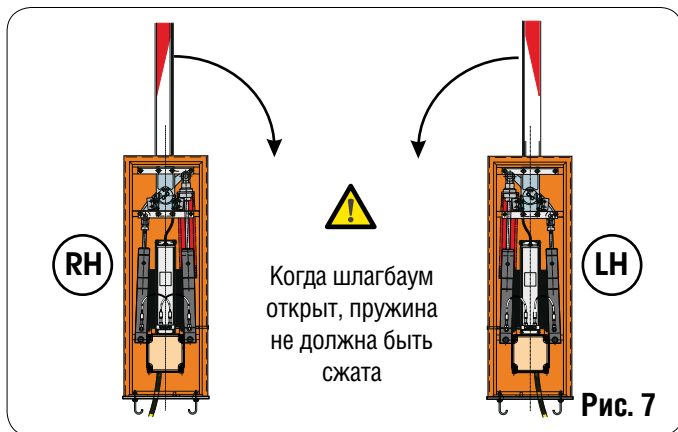

Рис. 7
- Установите тумбу шлагбаума на площадку и закрепите с помощью поставляемых гаек проверьте конфигурацию шлагбаума в соответствии с рис. 7. Крышка тумбы должна располагаться со стороны двора